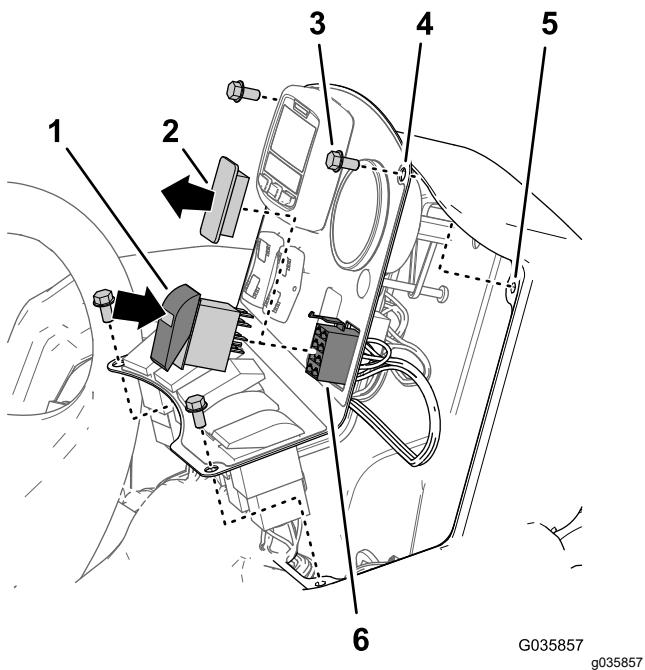

图 36
- 如图 36 所示如果已安装将控制面板固定至控制台的 4 个凸缘头螺栓 $\frac{1}{4} \times \frac{1}{2}$ 英寸则将其拆下。
- 从控制台的控制面板上拆下开关塞图 36。
- 将超声波喷洒臂修整套件线束的 8 插槽接头对准控制面板中的开口图 36。
- 将标记为超声波模式手动与自动的超声波喷洒臂修整套件线束的 8 插槽接头连接至摇臂开关图 36。
- 将摇臂开关插入控制面板的开口直至开关牢固卡入控制面板图 36。
- 将控制面板中的孔与控制台顶部的孔对齐图 36。
- 使用在步骤 1 中卸下的螺栓图 36 将面板固定到控制台上。